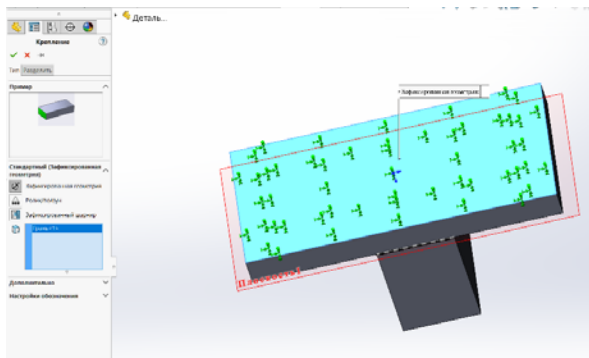

Рис. 2.6. Выбор крепления
2. В появившемся окне выбрать зафиксированную геометрию и нужную плоскость (появятся зеленые стрелочки) (рис. 2.6). Подтвердить выбор нажатием ОК.